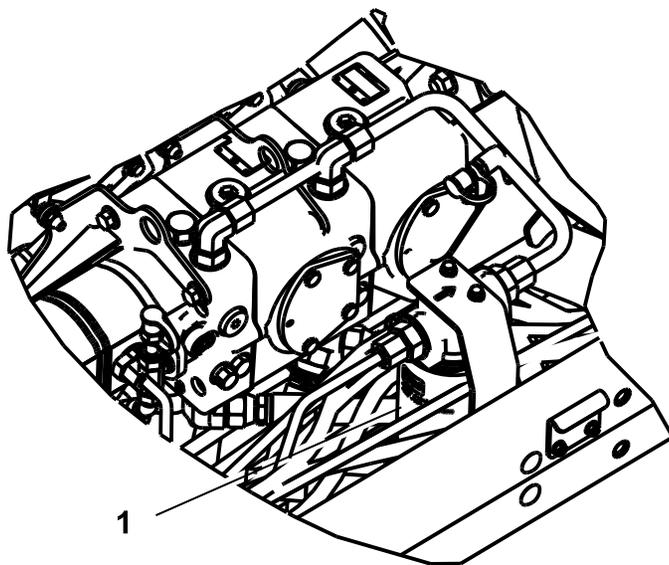

Рисунок 73
- Очистите область вокруг места крепления фильтра и установите сливной поддон под фильтр (Рисунок 73).